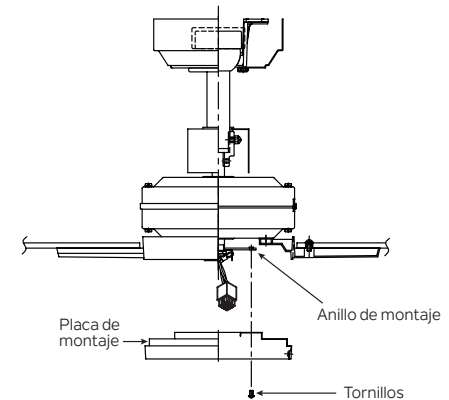

Fig. 17
**Paso 1.** Afloje los dos tornillos del anillo de montaje conectado al eje del motor y "retire" y guarde el tercer tornillo. (Fig. 17)